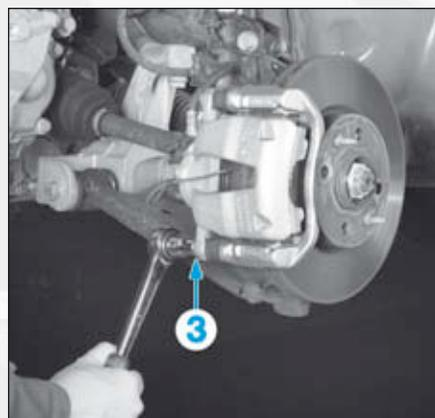

FIG.3
- Déposer la vis inférieure (3) (Fig.3).